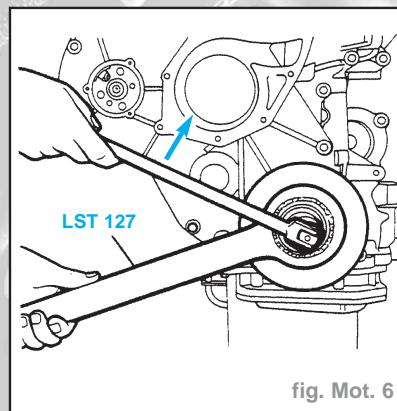

fig. Mot. 6
- De même, desserrer les boulons de réglage (2) de la courroie de pompe de D.A. et retirer les deux courroies.
- Retenir l'amortisseur à l'aide de l'outil spécial LST 127 et, à l'aide d'une douille de 30 mm, retirer le boulon de maintien de l'entretoise de l'amortisseur (Fig. Mot. 6). Ce boulon est retenu en place par du Loctite et serré à un couple extrêmement élevé, il faudra donc exercer un effort considérable pour le dégager.